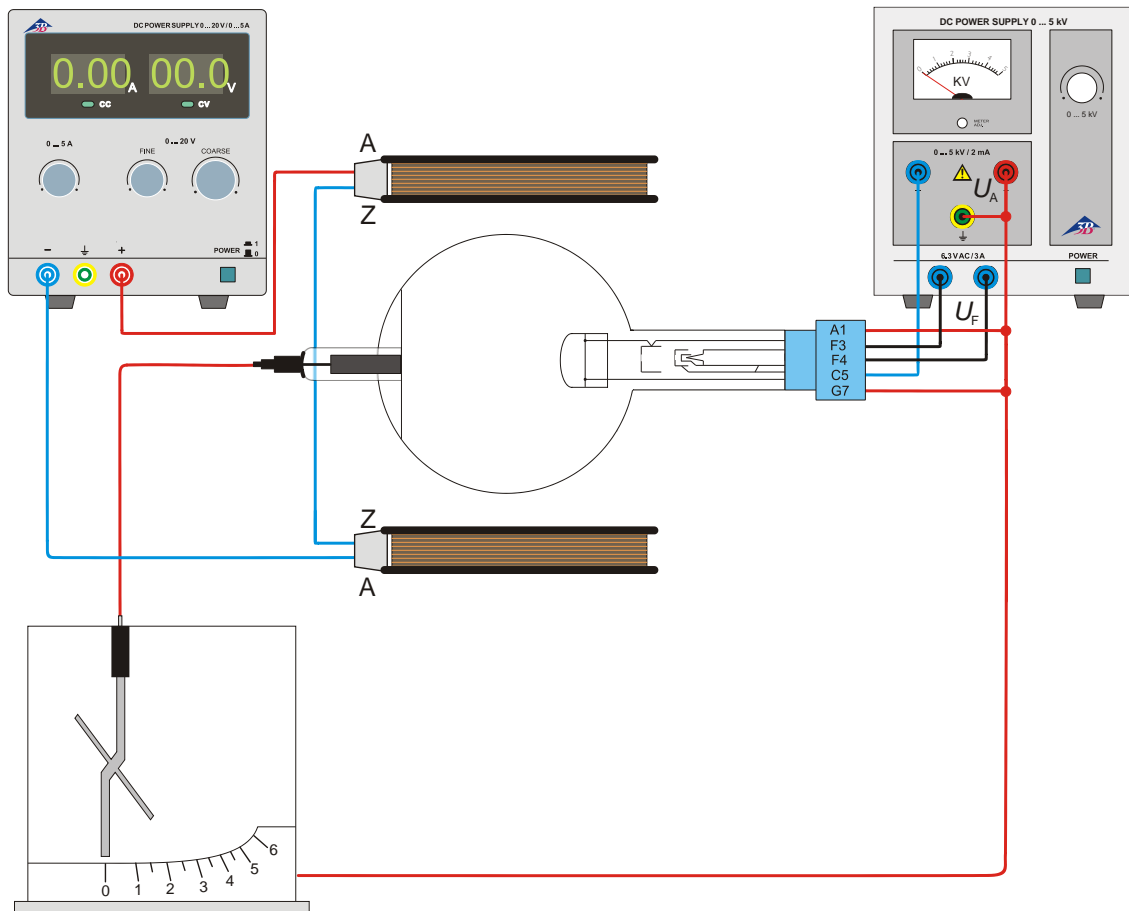

Fig. 1 Comprobación de la naturaleza corpuscular de los rayos catódicos y determinación de su polaridad
- Realice el cableado se acuerdo con la Fig. 1.